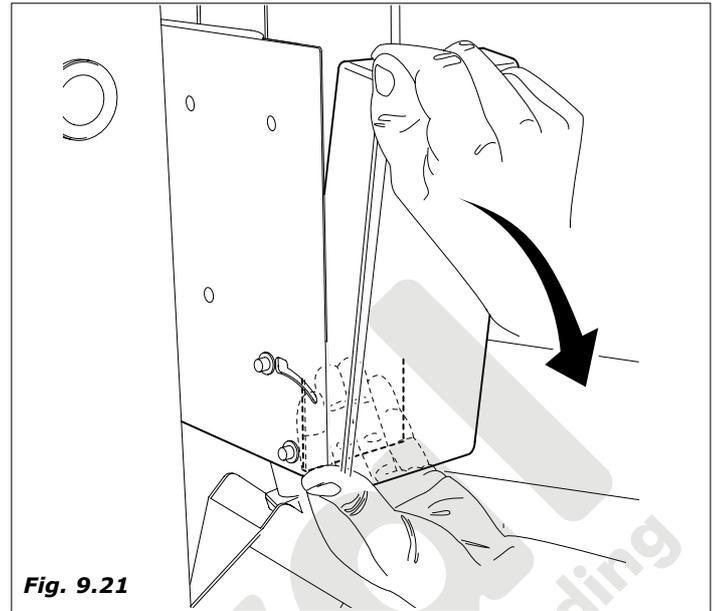
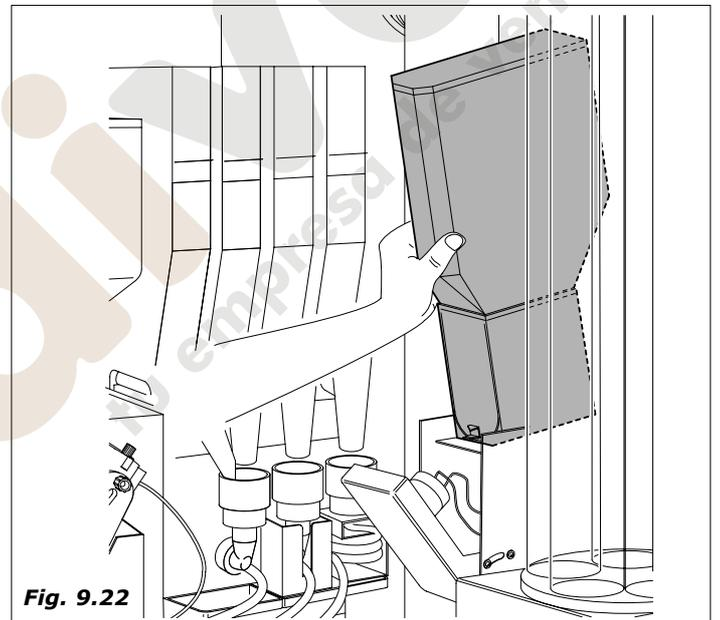

Fig. 9.21
Fig. 9.22
- Extraer el grupo erogación del azúcar desenganchando el propio motorreductor (Fig. 9.21 y Fig. 9.22).